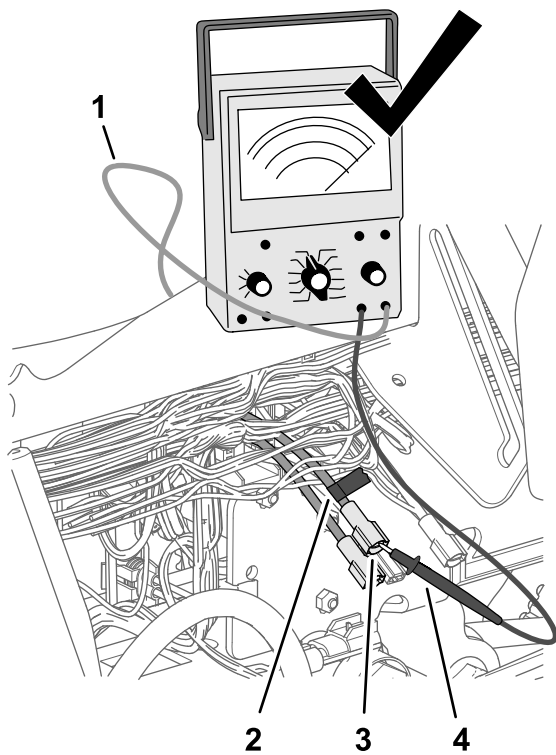

図 188
4. ステップ 3 図 188 で探し出したコネクタとその導線に、テープでマーキングする。